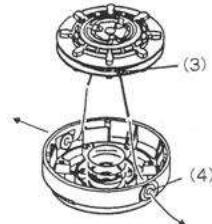

図3
- ②キャップをはずしたら、ナイロンコードボーダーの中のナイロンコードドリールを取り出し残っているナイロンコードを取り除きます。(図3)
⑤コードの先端をナイロンコードボーデーのナイロンコートガイド(4)の穴に通し、ナイロンコードリールをナイロンボーデーにセットします。セット位置はナイロンコードリール側板のコード引っ掛け部分(3)がコード出口に来る位置にします。(図3)